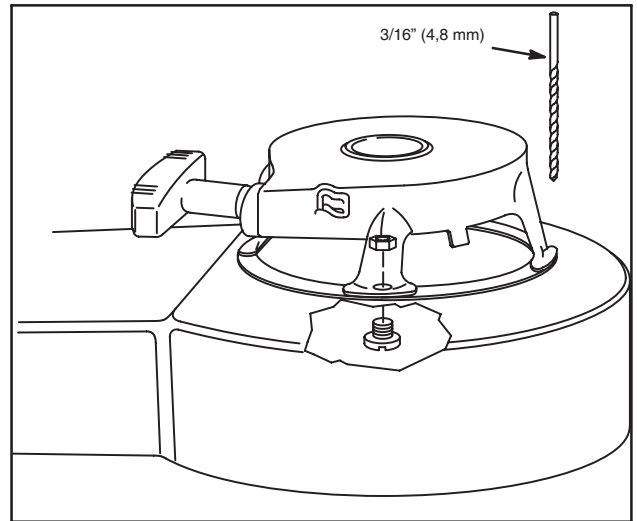

Fig. 16
4. Fixer fermement avec les écrous comme indiqué à la Fig. 16.